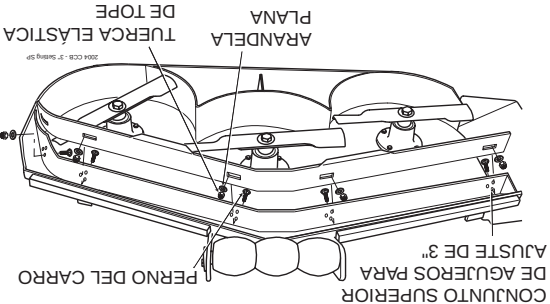

Figura 9. Posición 3" del deflector de corte personalizado
A. Posición 3" - el deflector se instala usando el conjunto superior de agujeros en el deflector frontal solidado dentro de la plataforma de corte. (Vea la Figura 9). Las plataformas de corte Velocity-Plus y Advantage entregarán la mejor calidad de corte en césped muy alto, tieso y difícil de cortar.